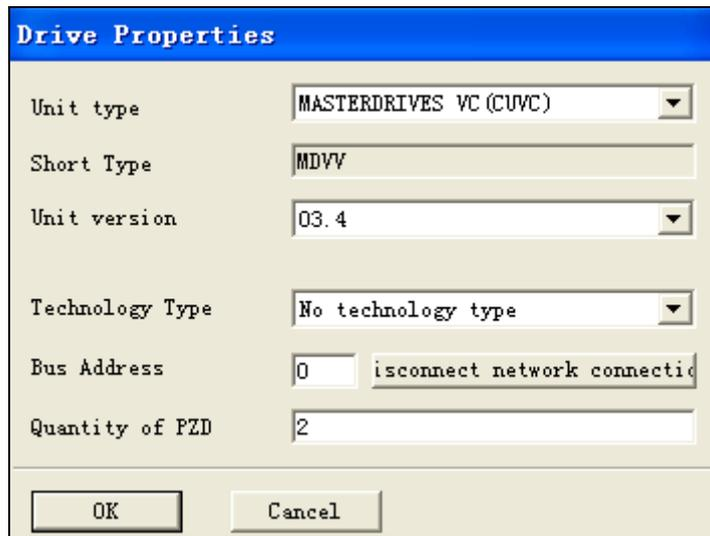

图 2-2 新建 DriveMonitor 项目
- (1) 双击 DriveMonitor 快捷图标打开画面。
- (2) 通过 file/new/base on factory setting or empty parameter set 新建一个项目。
- (3) 根据弹出的画面进行设置，如图 2-2 所示。